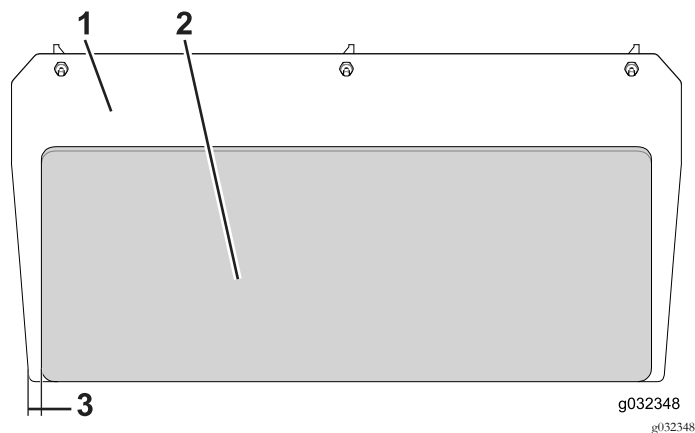

Figure 8
4. Retirez la pellicule protectrice et appliquez l'écran thermique sur le côté moteur du panneau arrière (Figure 8).
Remarque: Centrez l'écran du panneau arrière le long de la largeur du panneau à 29 mm de chaque bord (Figure 8).